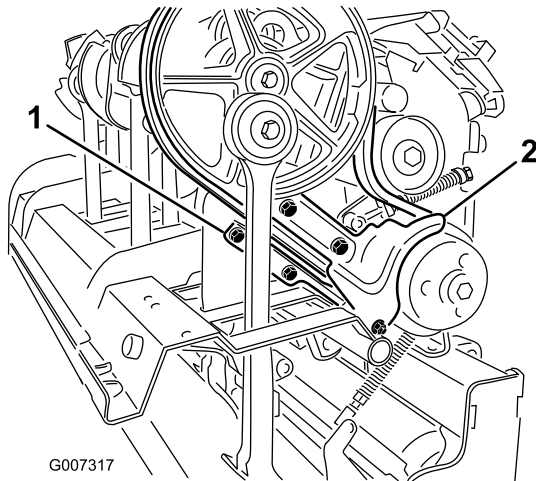

Figure 32
3. Enlevez les fixations qui assujettissent le pare-boue et la protection inférieure de la courroie (Figure 32), puis déposez ces deux pièces.